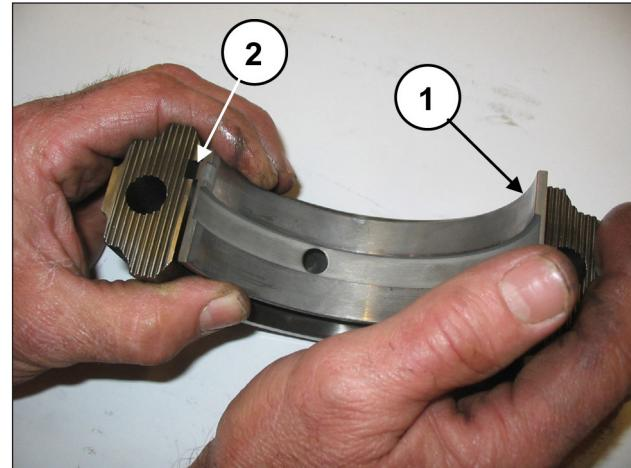

Fig. 58
Assembler les demi-coussinets inférieurs aux chapeaux (rep. ②, Fig. 58) en s'assurant que la languette de repère des demi-coussinets se trouve dans son logement sur le chapeau (rep. ②, Fig. 58).